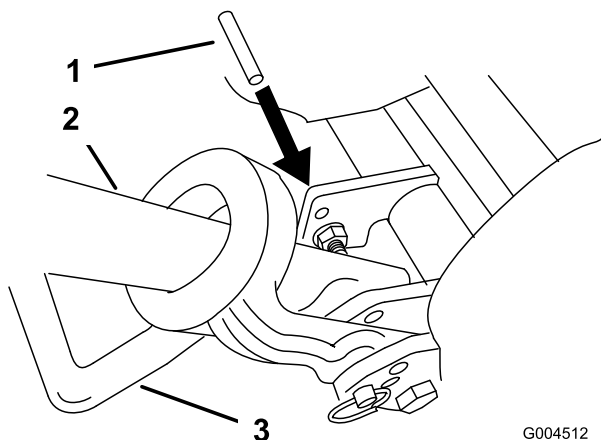

Figura 47
2. Baixe o apoio. Introduza um pino com 6,4 mm de diâmetro, ou equivalente, no orifício da estrutura por cima da cavilha de montagem do apoio (Figura 47).